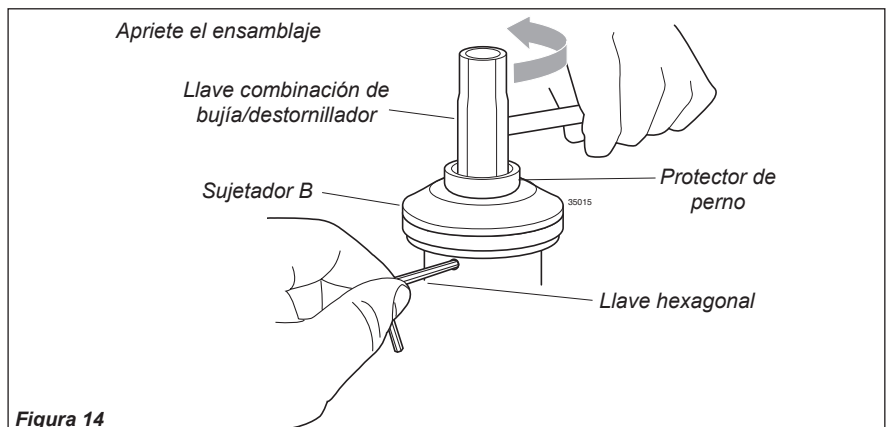

Figura 14
7. Asegure el sujetador A a la caja de engranajes insertando el lado más largo de la llave hexagonal a través de ambos huecos como fué hecho en el procedimiento número 1 y apriete el perno del eje con la llave combinación de bujía/destornillador. Consulte la figura 14.